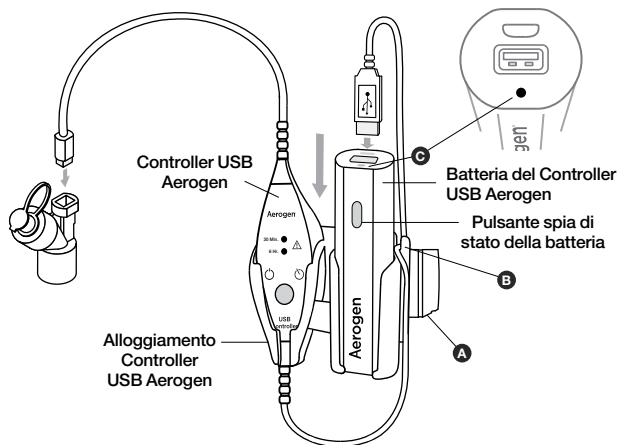

Figura 5. Montaggio alloggiamento e batteria del Controller USB Aerogen
1. Collegare l'alloggiamento del Controller USB Aerogen alla staffa di montaggio universale (Punto A) come mostrato in Figura 5.
4. Far scorrere il Controller USB Aerogen dall'alto verso il basso nella sezione sul lato sinistro dell'alloggiamento del Controller USB Aerogen e la batteria del Controller USB Aerogen verso il basso nella sezione sul lato destro dell'alloggiamento del Controller USB Aerogen come mostrato in Figura 5. Assicurarsi che il logo Aerogen sulla batteria sia rivolto in avanti.
5. Inserire i cavi nei supporti presenti sul lato dell'alloggiamento del Controller USB Aerogen per fissarli in posizione come mostrato in Figura 5. Avvolgere il cavo in eccesso attorno all'alloggiamento del Controller USB Aerogen (Punto B) per assicurarsi che la batteria e il controller non cadano dall'alloggiamento.
- Una spia rossa fissa o lampeggiante (Punto C in Figura 5) sulla batteria del Controller USB Aerogen indica che la batteria è quasi scarica e deve essere ricaricata.